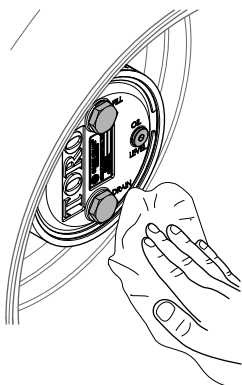

Рисунок 95
3. Начисто протрите корпуса планетарного редуктора и тормоза (Рисунок 95).